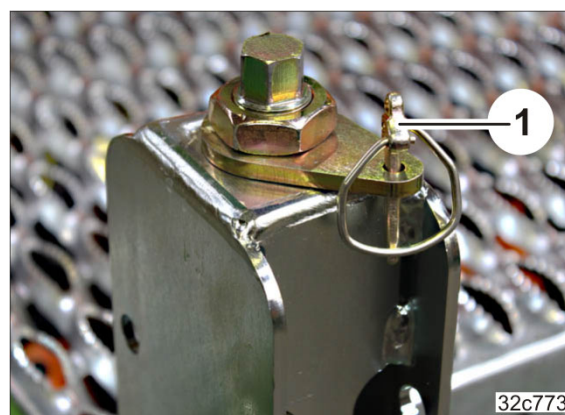

Fig. 190
4. Sørg for at sikre indstillingen med ringsplitten (Fig. 190/1).